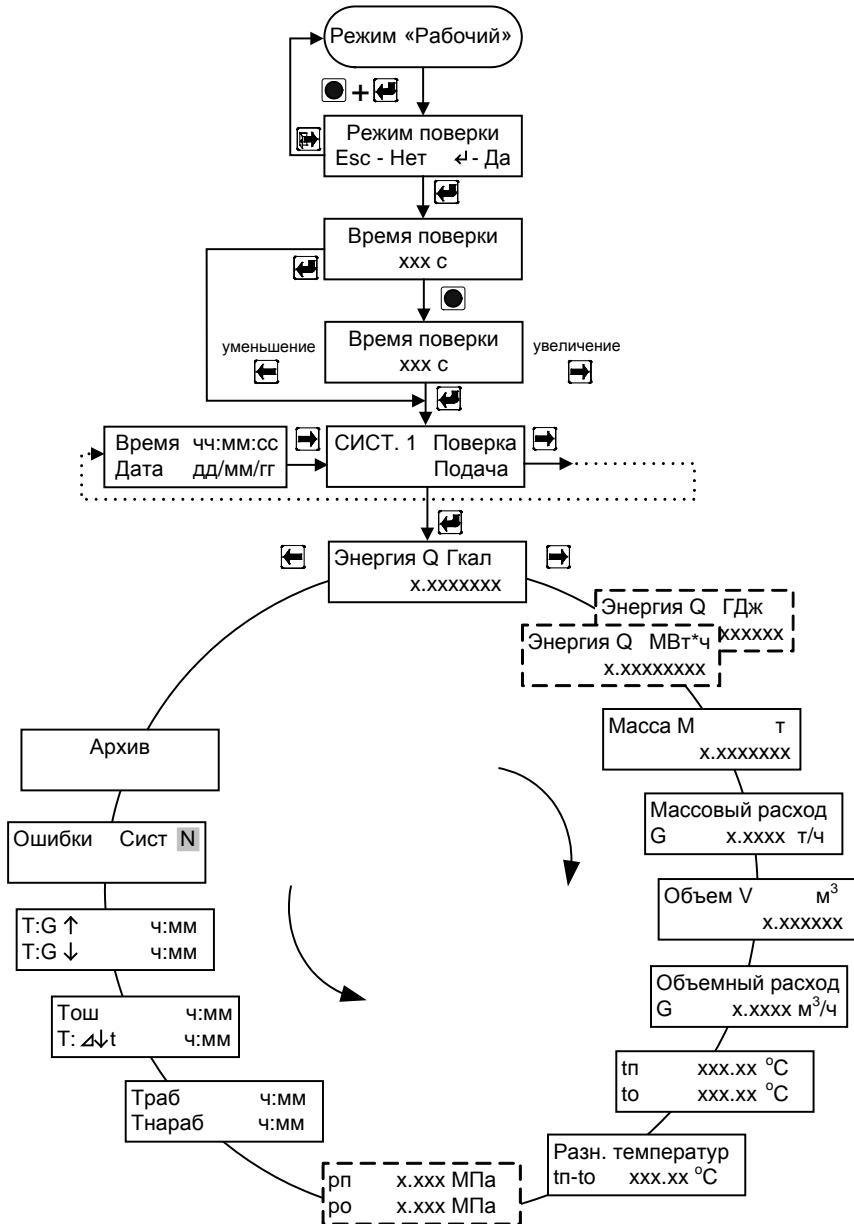

Рис. 7.4
7.5.2 Для входа в режим работы теплосчетчика «Проверка» (проверка измерительного канала количества теплоты) необходимо, находясь в любом меню режима «Рабочий», **одновременно** нажать кнопки **«служебная»** и **«вход»**. Для выхода из режима проверки необходимо, находясь в любом меню режима «Проверка», **одновременно** нажать кнопки **«служебная»** и **«выход»**. Порядок перехода между окнами режима «Проверка» изображен на рис. 7.4.
ВНИМАНИЕ ! При входе в меню (см. рис. 7.4):